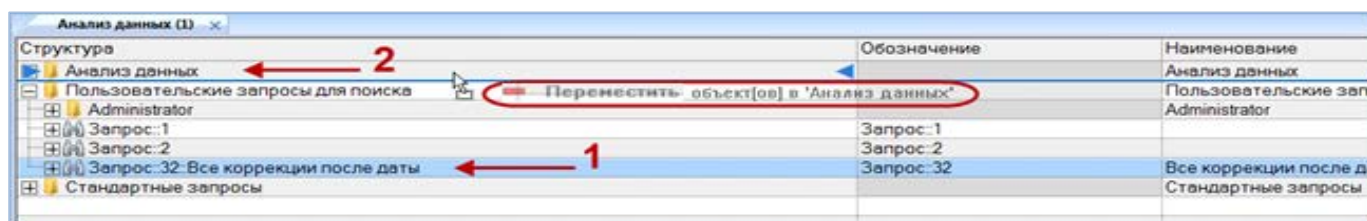

Рис. 7-10 – Перемещение запроса в папку
2) Выбрать запрос в рабочем окне «Анализ данных». Для выделения нескольких объектов используются клавиши CTRL и SHIFT (1 на рис. 7-10).
3) Переместить с помощью мыши выделенные запросы в нужную папку, удерживая клавишу CTRL. Появится подсказка вида «– Переместить X объект(ов) в ...». Отпустить кнопку мыши (2 на рис. 7-10).